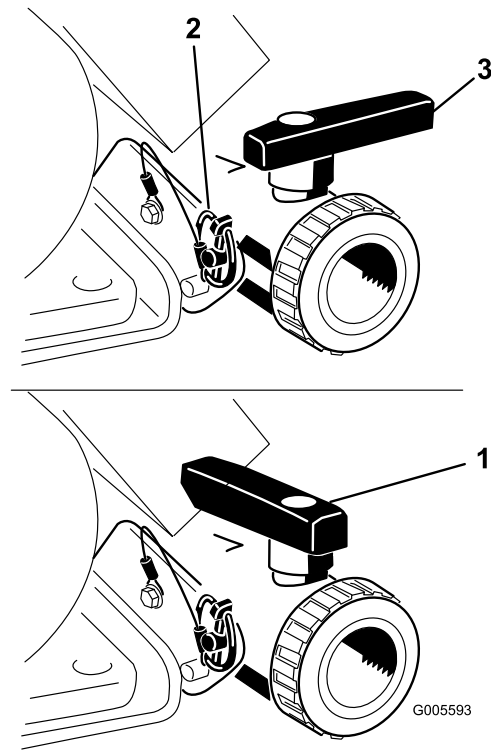

Figura 21
Utilice la manija de vaciado del depósito para vaciar del depósito cualquier material no utilizado, y elimine dicho material de acuerdo con la normativa local y las indicaciones del fabricante del mismo (Figura 21). Tras el vaciado, retire los pasadores de seguridad del soporte que fija la válvula de vaciado a la máquina y deje la válvula en el suelo. Así conseguirá vaciar todos los residuos existentes en la línea.
3. Cuando el depósito se haya vaciado, instale la válvula en el bastidor montando el pasador de seguridad previamente retirado y cierre la válvula de vaciado (Figura 21).